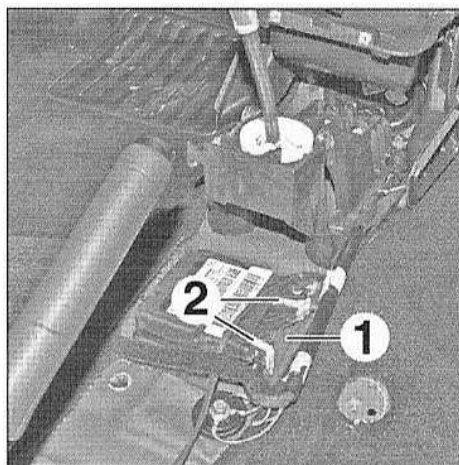

FIG.25
- Dégager la protection plastique (1) (Fig.25).